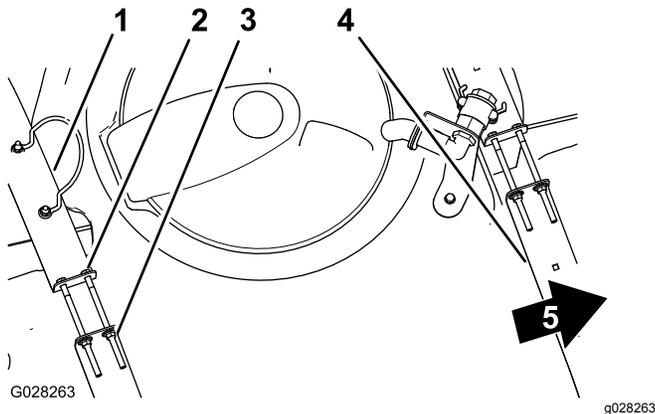

Figura 18
2. Verificate l'eventuale presenza di movimento tra le fasce del serbatoio e il serbatoio stesso (Figura 18).
3. Se le fasce risultano lente sul serbatoio, stringete i dadi di bloccaggio flangiati e i bulloni sulla parte superiore delle fasce fino a quando queste non sono pari alla superficie del serbatoio (Figura 18).